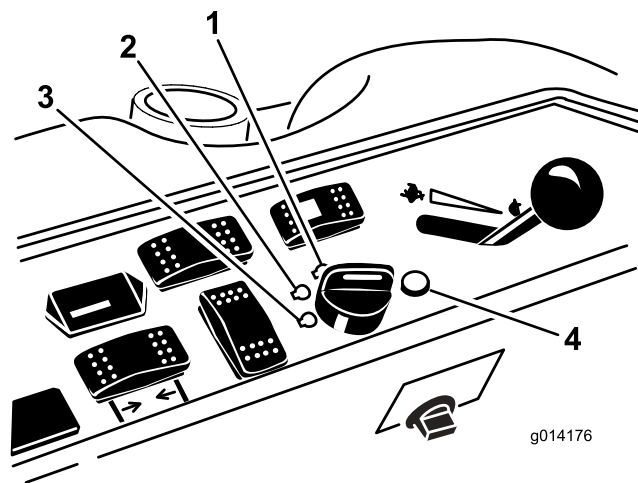

Figure 20
6. Tournez la clé de contact dans le sens horaire à la position CONTACT (Figure 20).